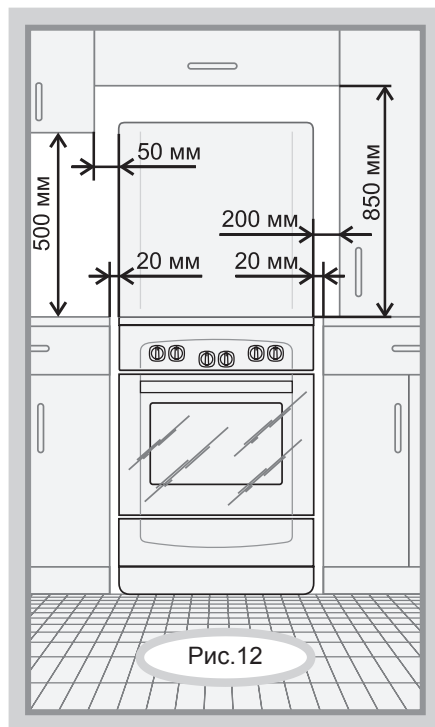

Рис. 12
- Минимальные расстояния, которые необходимо выдержать при установке плиты, показаны на рис. 12. Задняя стенка плиты должна отстоять от поверхности стены не менее чем на 50 мм. Торцы мебели на уровне варочной поверхности стола рекомендуются защитить металлическими накладками. Кухонные полотенца, шторы и т.п. должны находиться на безопасном расстоянии, исключающем их воспламенение.